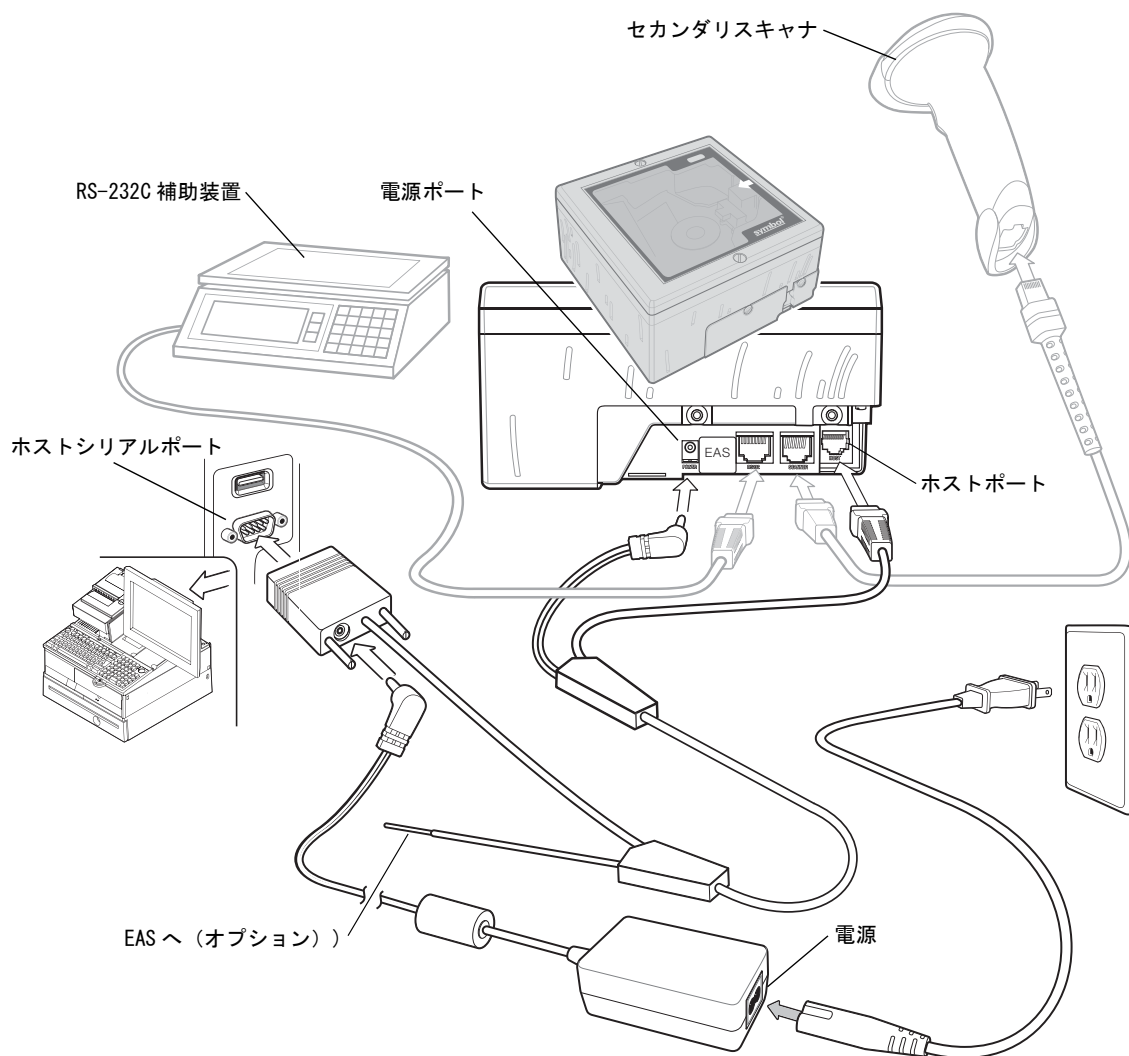

図 6-2 周辺機器が接続されている場合の RS-232C 接続 - 電源は外部から供給
3. 周辺機器をそれぞれのポートに接続します (図 6-2 参照)。